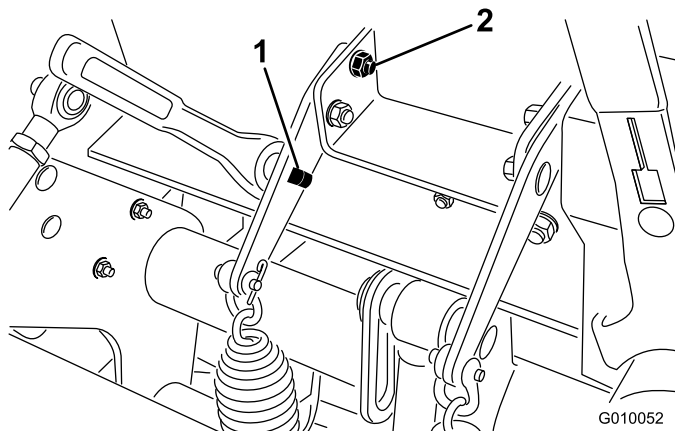

Figura 37
2. Inserite un cricchetto di 1/2 poll. o una barra idonea nel foro quadrato della foglia della molla a balestra (Figura 37).